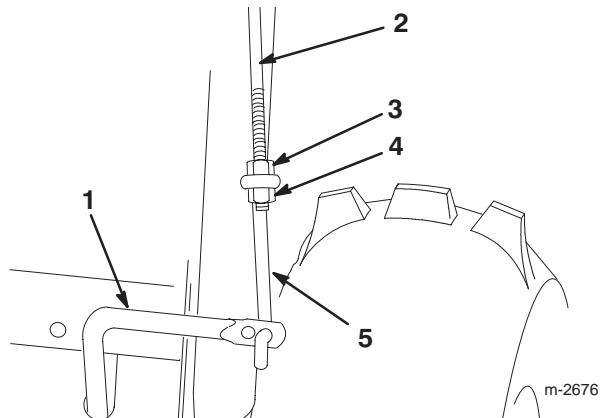

Figure 9
- Vissez un écrou à embase (embase vers le bas) sur la tige de commande supérieure située sur le côté droit de l'ensemble mancheron (Fig. 9).
- Passez la tringle inférieure dans le trou extérieur de la tige de commande inférieure (Fig. 9).
- Insérez la tige de commande supérieure dans la boucle de la tringle inférieure (Fig. 9).
- Vissez un contre-écrou à embase (embase vers le haut) sur le bas de la tige de commande supérieure, sous la boucle de la tringle inférieure (Fig. 9).
7. Corrigez la position de l'écrou à embase et du contre-écrou à embase (Figure 9) le cas échéant, pour obtenir le bon écartement entre le haut de la poignée et le bas de la manette de commande de traction.